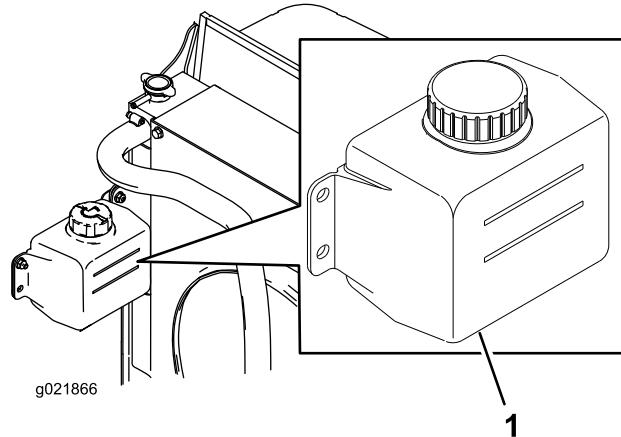

Figura 68
1. Verifique o nível de líquido de arrefecimento do depósito secundário (Figura 68).